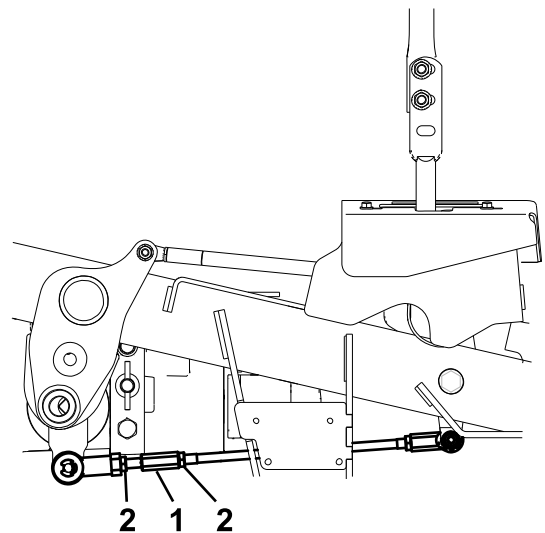

Figura 67
- Ajuste la longitud de las varillas de control de las bombas girando las tuercas dobles de la varilla en el sentido apropiado, hasta que las ruedas se muevan ligeramente en marcha atrás (Figura 67).